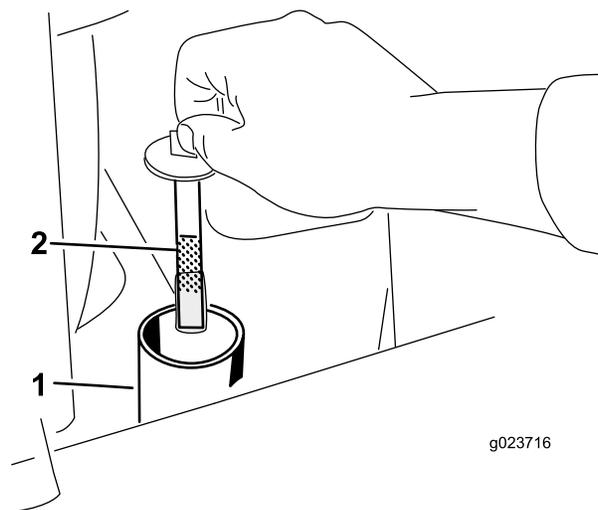

Figure 13
5. Enlevez le bouchon du goulot de remplissage et vérifiez le niveau de liquide sur la jauge (Figure 13).